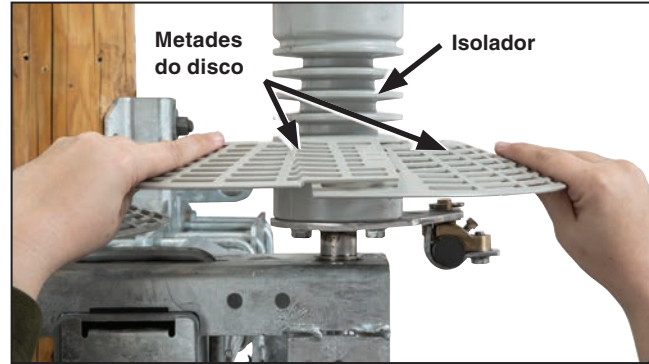
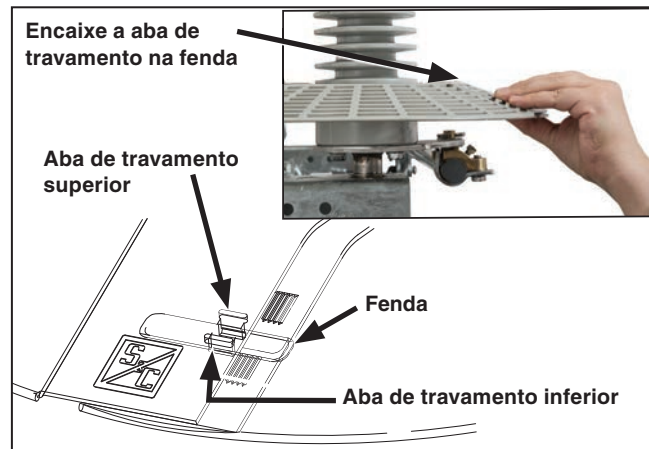

Figura 21. Encaixe as duas metades do disco em torno do isolador.
Figura 22. Encaixe a aba de travamento inferior na fenda.
- (a) Para montar o disco, disponha as duas metades do disco em torno do isolador no lado da face. Ver Figura 21. Em seguida, insira as abas de travamento de uma metade de disco na fenda aberta da outra metade para criar um encaixe sobreposto seguro. Repita o procedimento no lado oposto do disco. Quando as metades estiverem corretamente montadas, o logotipo da S&C fica posicionado na parte superior dos dois discos. Ver Figura 22.
- (c) Empurre conjuntamente as duas metades do disco em direção ao isolador, de forma que o encaixe do disco com o isolador seja o mais justo possível. Ver Figura 23. Encaixe a aba de travamento superior de forma firme na posição. As duas abas devem sobressair pela fenda aberta, como mostrado na Figura 22 na página 22.